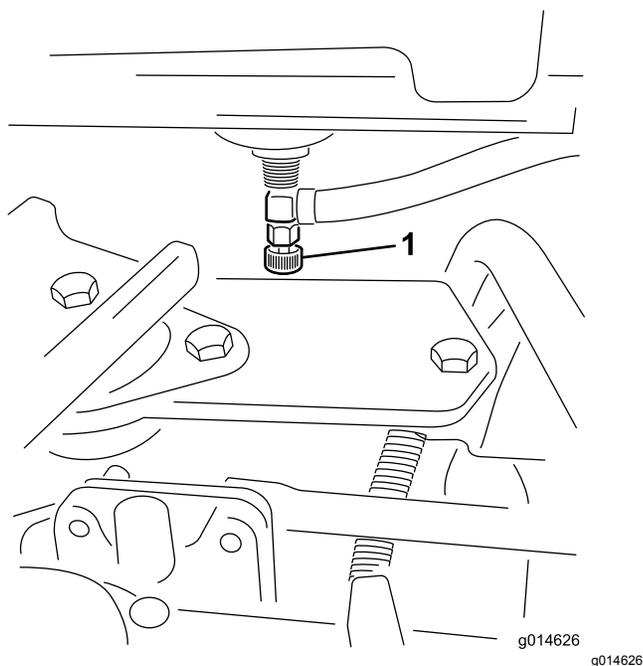

図 33
1. 長期間保管する場合には燃料バルブ 図 33を閉じておく。